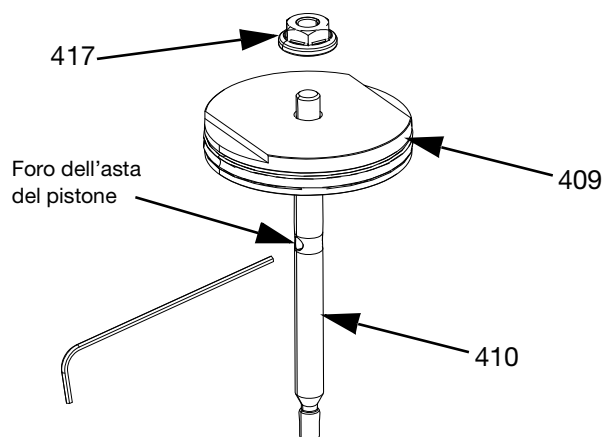

FIG. 19
6. Per le valvole con gruppi ugello a sfera e sede (FIG. 19):
- a. Inserire una chiave a brugola nel foro sull'asta del pistone (410) e svitare il dado (417) utilizzando una chiave a tubo da 7 mm.